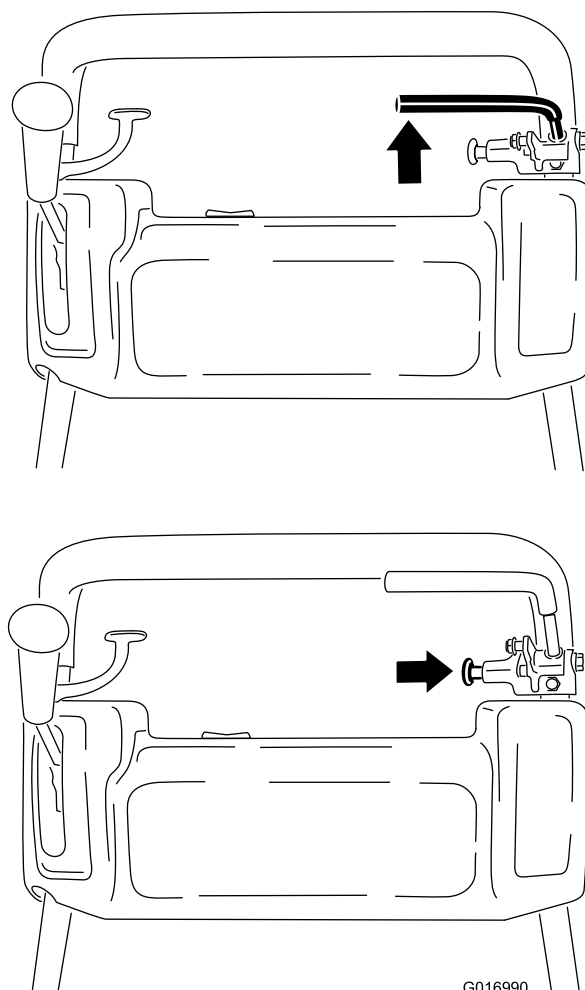

Figure 31
1. Serrez le frein de service puis enfoncez le bouton du frein de stationnement pour que le frein de service soit en appui sur la goupille du frein de stationnement (Figure 31).